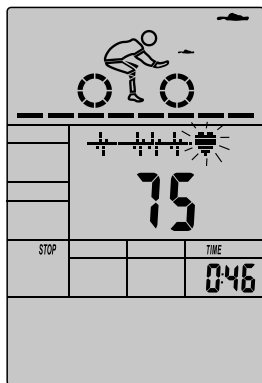

图 41
- 按 RECOVERY 键进入心率恢复测试，同时仪表程序进入停止状态。（如图 41）。